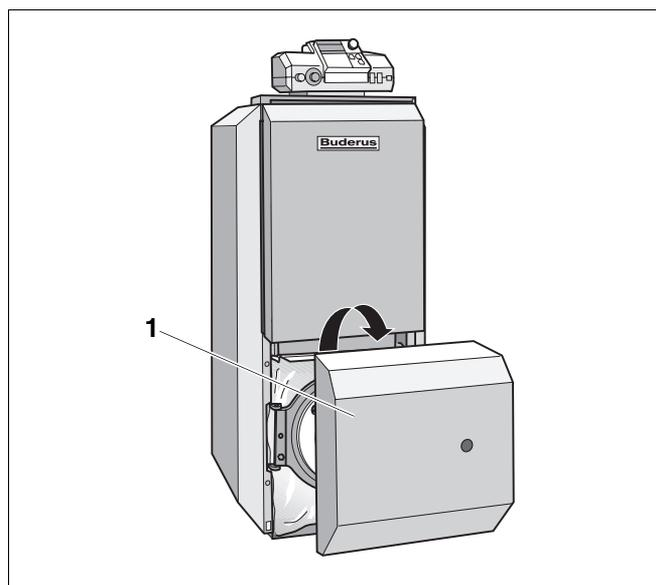

Abb. 55 Brennerhaube abnehmen
- Nehmen Sie die Brennerhaube (Abb. 55, **Pos. 1**) ab.